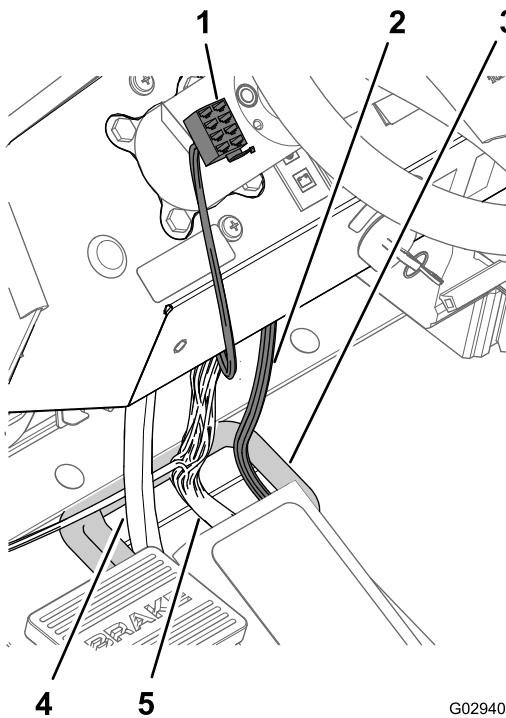

Figure 16
4. Acheminez le connecteur à 8 douilles au bout de la branche tableau de bord de 240 cm en travers du tableau de bord et vers la gauche de la colonne de direction (Figure 16).